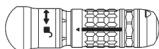

Figura 6
3. Tenere saldamente il manipolo con una mano, e con l'altra spingere e far ruotare la ghiera di rilascio del terminale fino ad allineare la freccia al simbolo di sblocco (Figura 6).
5. Tenere saldamente il manipolo con una mano, e con l'altra spingere e far ruotare la ghiera di rilascio del terminale fino ad allineare la freccia al simbolo di sblocco (Figura 6).